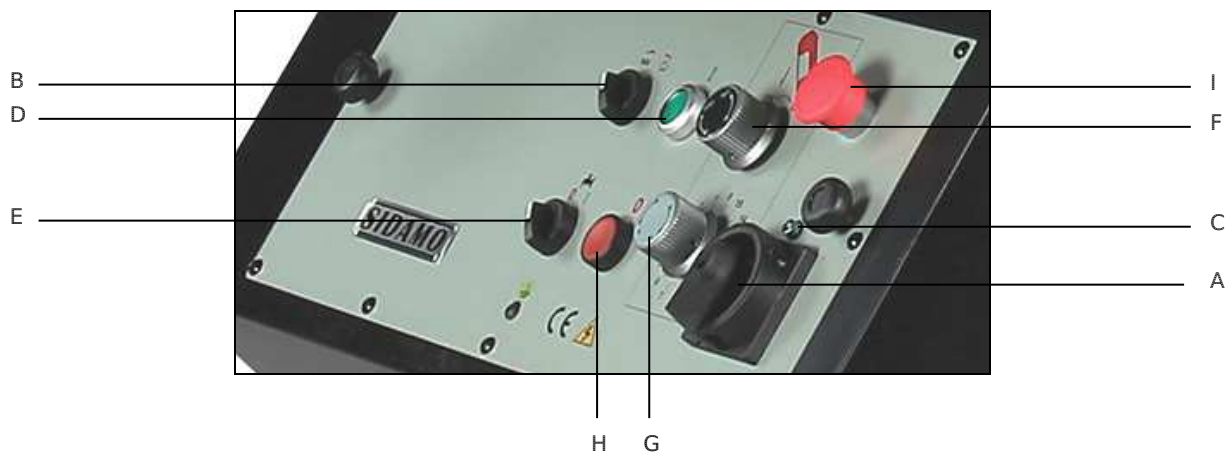

Figure 2
2. Bloquer la descente d'archet à l'aide de la molette sur « OFF » (F fig.2).